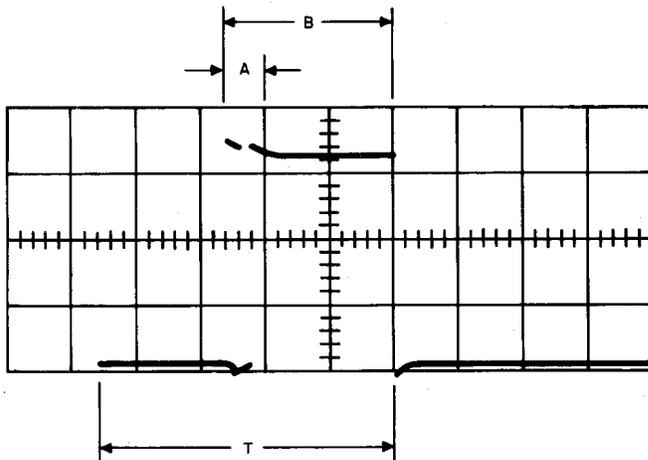

Fig. 22—Timing Chart (S1 to ON)
- (1) **Requirement:** See Fig. 22—Timing Chart S1 to ON.